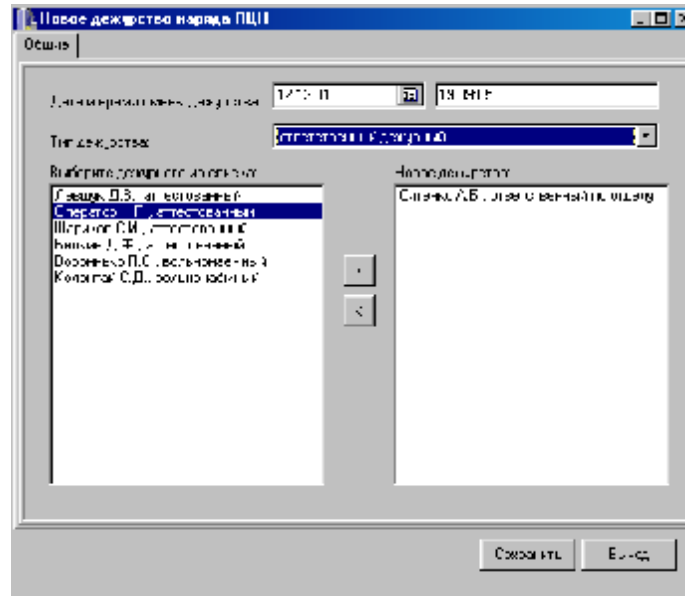

Рисунок 112
5.9.2 Для просмотра текущего наряда ПЦН требуется войти в закладку «Наряды ПЦН». В данном окне, кроме состава наряда, отображается список системных событий, сформированный за время дежурства данного наряда. Для смены наряда необходимо войти в меню окна «Файл/Новое дежурство», рисунок 112:
В левом окне из списка выбрать сотрудника, установить тип дежурства (выбирается из выпадающего списка) и нажать стрелку переноса в окно «Новое дежурство». Аналогичную процедуру повторить для следующего сотрудника. По окончании нажать кнопку «Сохранить». Для нового наряда список системных событий (рисунок 112) будет пустой.